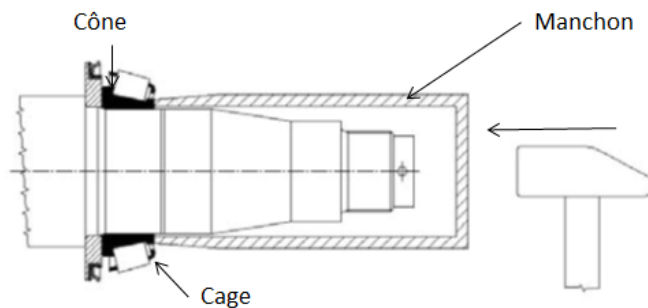

Figure 49 — Remontage d'un roulement de moyeu
4. Insérez jusqu'au fond la bague intérieure (cône) du gros roulement sur la fusée. Veillez à ne pas endommager la cage du roulement. Pour remonter l'ensemble cône/rouleaux/cage sur la fusée, utilisez un outil, au besoin, comme le montre la Figure 49. L'effort de poussée doit s'appliquer uniquement sur le cône, jamais sur la cage ou sur les rouleaux, car cela entraînerait une détérioration du roulement.